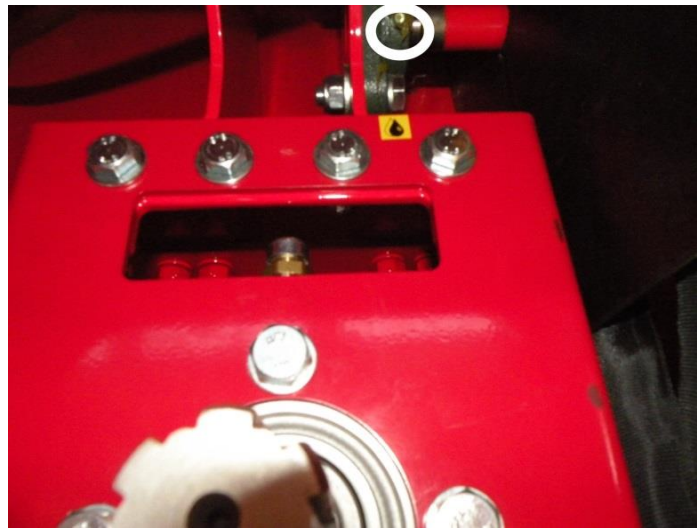
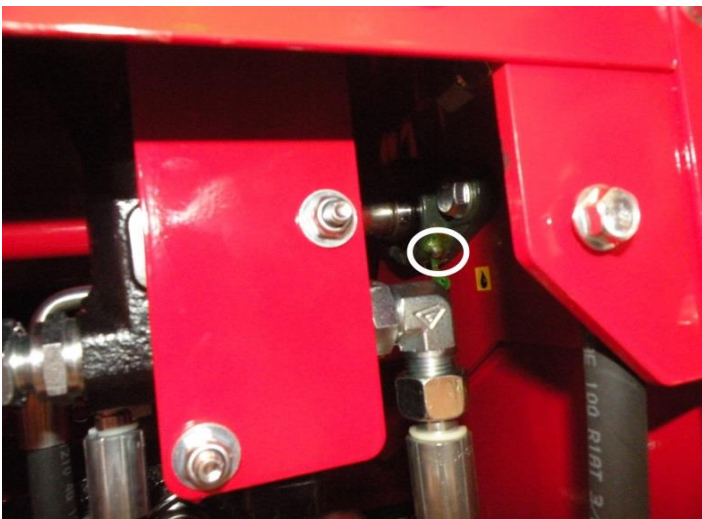

Bild 33
Bild 34
2. Styraxelns lagernipplar (2 st.) Bild 33 och Bild 34 (med 200 timmars mellanrum)